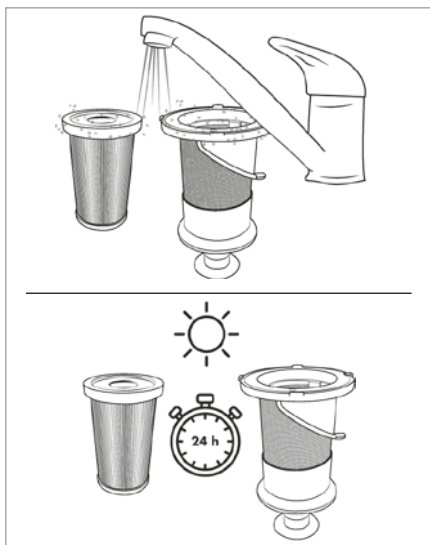

Afb. 21
- 4) Haal het EPA-filter ⑤ uit het RVS-filter ⑥ door in de opening van het EPA-filter ⑤ te grijpen en het uit het RVS-filter ⑥ te trekken (zie afb. 21).